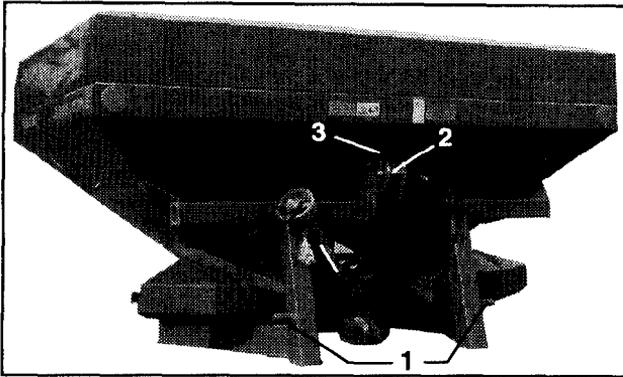

Рис. 5.1
- Сединить болтом (кат. II) (рис. 5.1/1 и 5.2/1) нижнюю тягу тягача с нижней тягой навесного оборудования и зафиксировать его шплинтом. У разбрасывателей типа ZA-M MAX болт вставить в верхнее отверстие консоли нижней тяги. На этой консоли имеется второй узел соединения, что дает возможность навешивать оборудование на 120 мм выше (например, для поздней подкормки растений).
- Сединить болтом (кат. II) (рис. 5.1/1 и 5.2/1) верхнюю тягу тягача с верхней тягой навесного оборудования и зафиксировать его шплинтом. **Блокировочный рычаг (5.1/3 или 5.2/3) должен находиться в зафиксированном положении.**